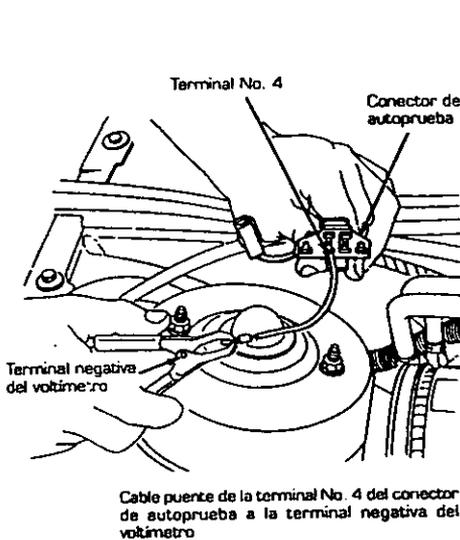

FIG. 10.9
1.- Inserte un extremo del cable puente a la terminal No. 4 del conector (Fig. 10.9). Conecte en el otro extremo del cable, la terminal negativa del voltímetro.